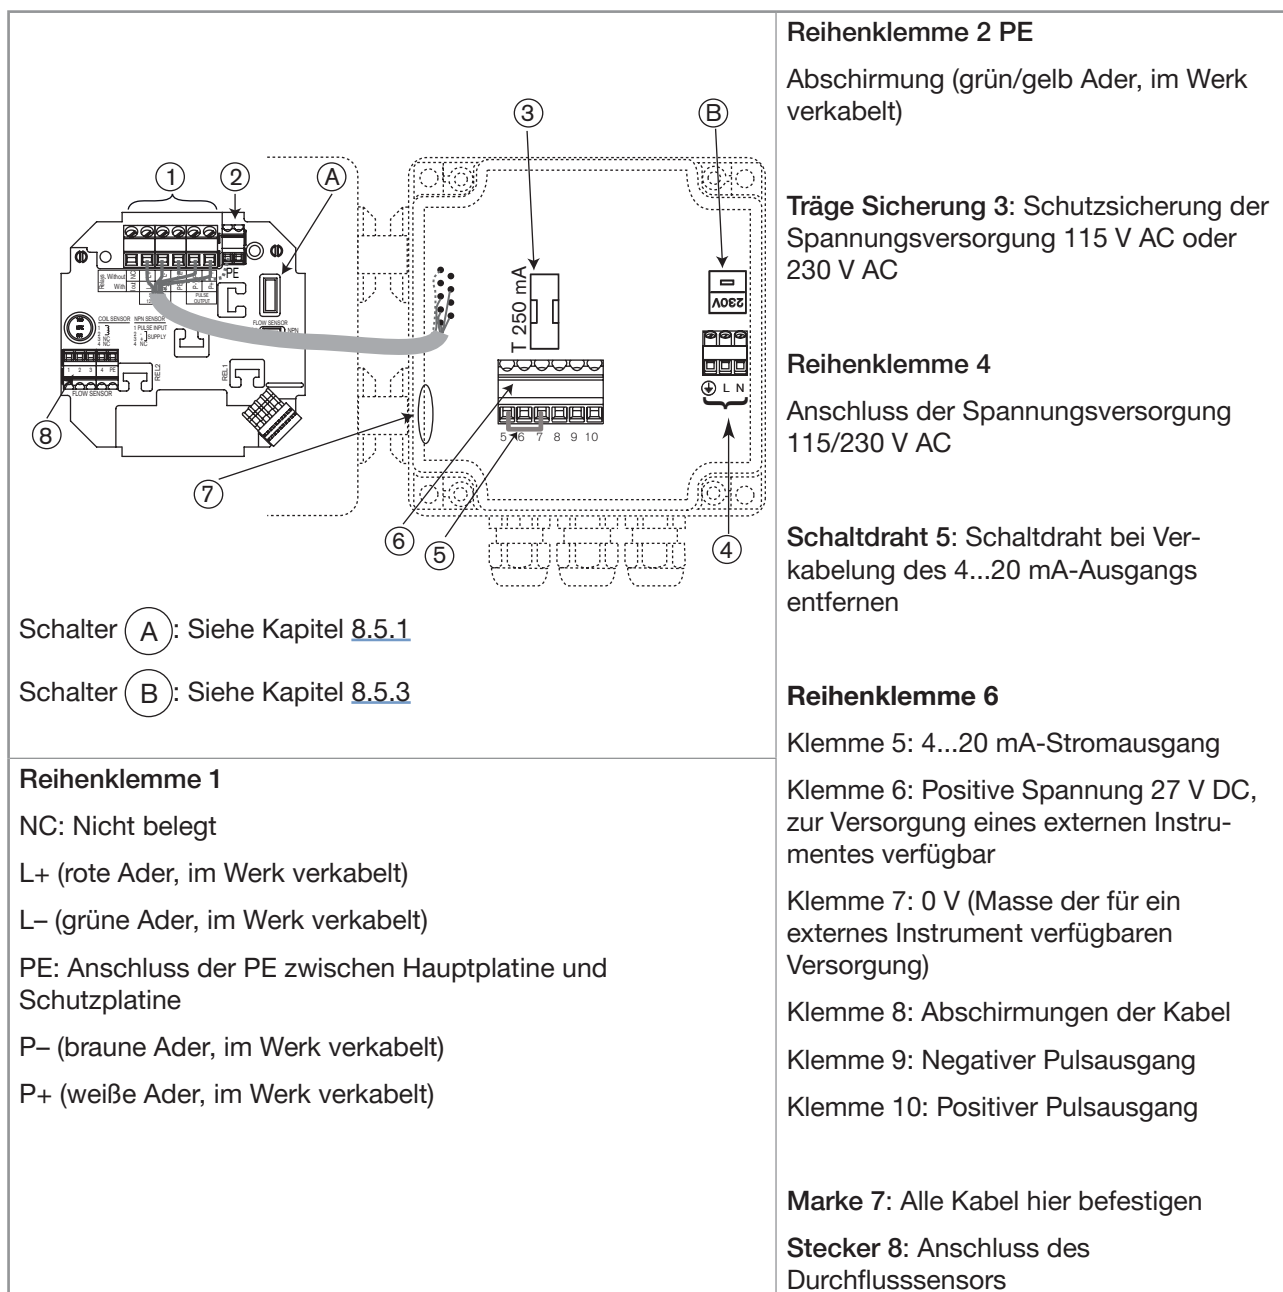

Bild 46: Klemmenbelegung einer Wandmontage-Ausführung, 115/230 V AC, ohne Relais
- Beide Reihenklammern (mit [4] und [6] in Bild 46, Kapitel 8.8.2 und Bild 50, Kapitel 8.8.3 gekennzeichnet) vom Gehäuse entfernen.
- Die beiden Reihenklammern (gekennzeichnet [4] und [6] in Bild 46 Kapitel 8.8.2 und Bild 50 Kapitel 8.8.3) an ihre Originalstelle einsetzen.